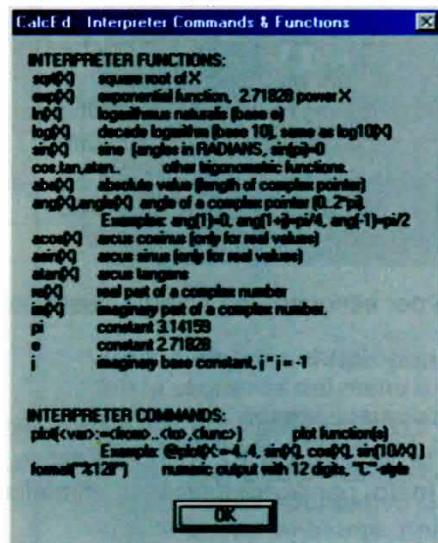

Fig.10 Cliccando sulla voce di menu Help e selezionando Interpreter Functions potete consultare la lista delle funzioni assegnate.
**Nota:** per consultare la lista delle funzioni dedicate cliccate sulla voce di menu **Help** e poi su **Interpreter Functions** (vedi fig.10).